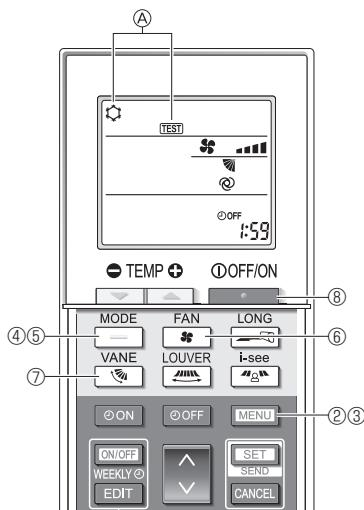

Fig. 8-5
- ① Ligue a alimentação à unidade, pelo menos, 12 horas antes do teste de funcionamento.
- ② Prima o botão [MENU] durante 5 segundos. (Fig. 8-5)
São apresentadas a indicação Ⓜ [TEST] (TESTE) e o modo de funcionamento em curso. (Fig. 8-5)